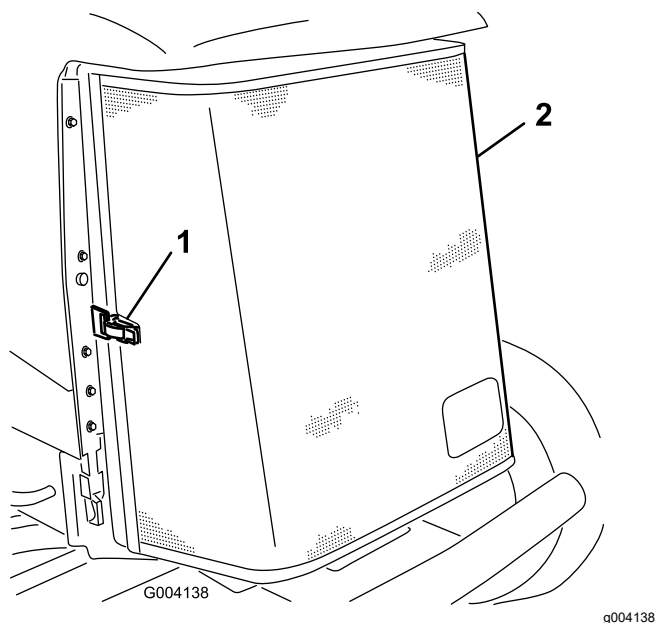

Рисунок 112
5. Расфиксируйте заднюю решетку и поверните ее, чтобы открыть (Рисунок 112).